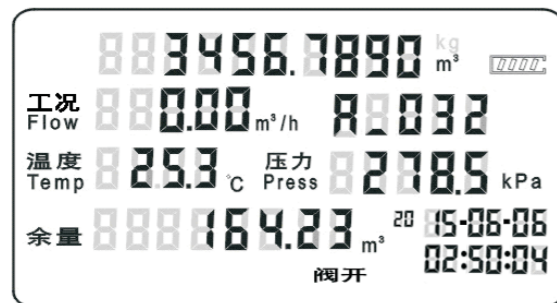

图6 工作状态显示图
6.1.9.2 未开户时正常显示的第二屏界面如图6，显示的总量为工况总量，“总量”标志不显示，单位为 $m^3$ ；最后一行为余量，单位为 $m^3$ ，瞬时流量显示工况流量，第二行右边显示通信地址：A\_X X X。当有气量时，总量累加，余量扣减，当开户后，根据气价把余量换算成金额扣除。